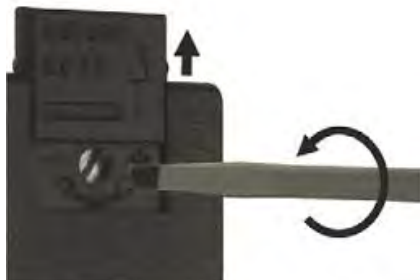

Abb. 4: Schaltpunkt einstellen
2. ➤ Drehen Sie die Schraube gemäß Abb. 4 entgegen dem Uhrzeigersinn, um den Schaltpunkt zu erhöhen
2. ➔ Drehen Sie die Schraube gemäß Abb. 4 im Uhrzeigersinn, um den Schaltpunkt zu verringern